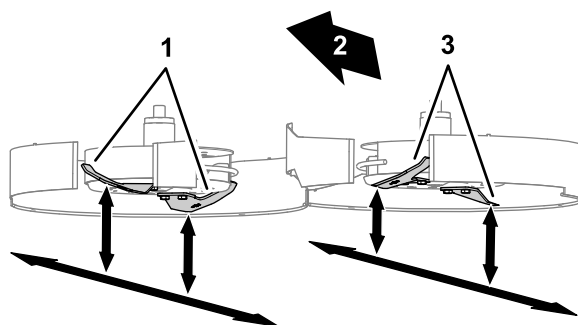

Рисунок 125
3. Установите боковой нож в параллельно продольной оси машины (Рисунок 125).